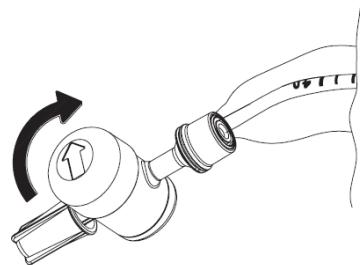

図 6
- (9) 洗浄操作が終了したら、残液や分泌物が取り除かれていることを確認し、洗浄ライン(7)のキャップを閉じる。使用済みのカテーテル洗浄液容器を廃棄する。
- (10) 吸引バルブが予期せず作動するのを防止するため、上部のボタンを時計回りに回してロックする。(ボタンの矢印を吸引ラインに対して90°の位置にする)。(図6)